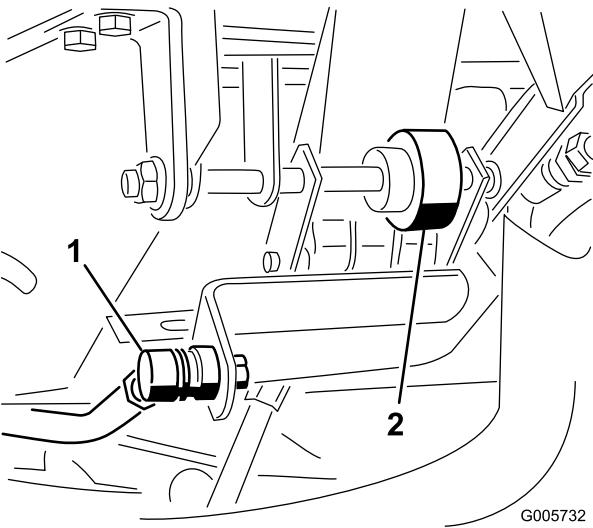

Figura 71
4. Ajuste el extremo de la varilla de control (Figura 71) hasta obtener un espacio de 3 mm entre la parte superior del tornillo de tope del pedal de tracción y el pedal. Apriete las contratuercas.
1. Afloje las dos tuercas que fijan el eje del pedal de tracción en el lado derecho del pedal (Figura 71).